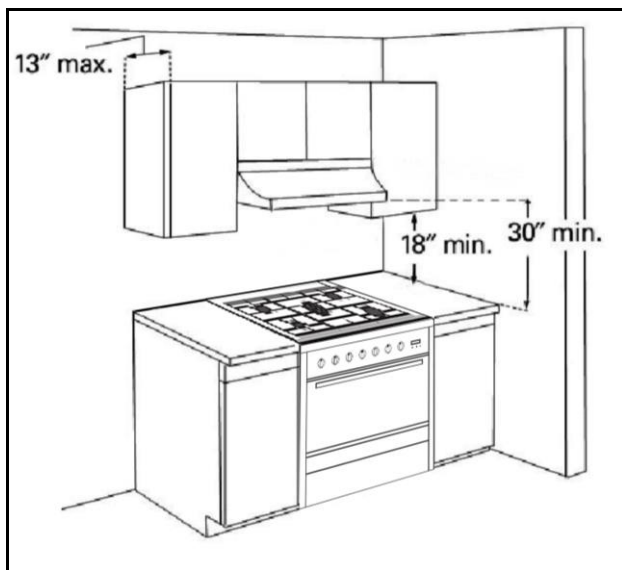

Figure 1
-  Afin d'éliminer les risques de brûlures ou d'incendie par l'atteinte d'unités de surface trop chauffées, l'espace pour des armoires de rangement situées au-dessus des unités de surface doit être laissé libre. Si vous devez y installer des armoires de rangement, le risque peut être réduit en installant une combinaison d'une hotte ou d'une hotte micro-onde avec un minimum de 400 pieds cubes à la minute et s'étendant horizontalement sur un minimum de 12,7 cm (5 po) au-delà du bas des armoires. (Voir la figure 1)
- **⚠** Si une hotte de cuisine est installée au-dessus de l'appareil, veuillez maintenir un espace libre minimum de 76 cm (30 po) entre la surface de cuisson et le bas de la hotte de cuisine. La hotte de cuisine doit être reliée directement aux conduits d'évacuation de la fumée ou à l'extérieur. (Voir la figure 1)
- **⚠** Si possible, veuillez éviter de placer des armoires directement au-dessus de l'appareil. Si vous utilisez des armoires au-dessus de la surface de cuisson, veuillez utiliser des armoires avec une profondeur moindre que 33 cm (13 po). Veuillez vous assurer que les revêtements muraux, le revêtement de comptoir et les armoires autour de l'appareil peuvent supporter une chaleur jusqu'à 93 °C(200 °F) générée par l'appareil. (Voir la figure 1)
- **⚠** Les dimensions d'ouverture de l'armoire qui sont indiquées doivent être utilisées. Les dimensions données sont l'espace libre minimum. (Voir la figure 1)
- **⚠** Les zones de travail près du fourneau de cuisine doivent avoir un espace libre minimum de 45,7 cm (18 po) entre le revêtement de comptoir et le bas de l'armoire. (Voir la figure 1)
revêtement de comptoir et les armoires autour de l'appareil peuvent supporter une chaleur jusqu'à 93 °C(200 °F) générée par l'appareil. (Voir les figures 1 et 2)
- **▲** Les dimensions d'ouverture de l'armoire qui sont indiquées doivent être utilisées. Les dimensions données sont l'espace libre minimum. (Voir les figures 1 et 2)
- **▲** Les zones de travail près du fourneau de cuisine doivent avoir un espace libre minimum de 45,7 cm (18 po) entre le revêtement de comptoir et le bas de l'armoire. (Voir les figures 1 et 2)